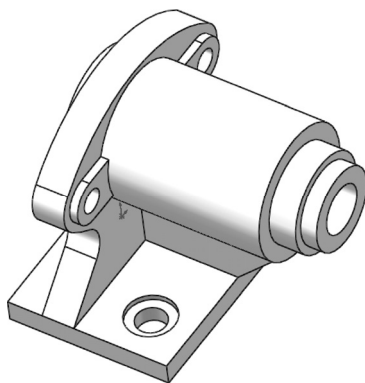

图 13-133 旋转切除实体 2
**10** 创建沉头孔。选择菜单栏中的“插入”→“切除”→“旋转”命令，或者单击“特征”工具栏中的“旋转切除”按钮，此时系统弹出“切除-旋转”属性管理器。在属性管理器中单击“旋转轴”栏，然后单击拾取草图中心线；选择“给定深度”，输入旋转角度 360.00 度，然后单击属性管理器中的“确定”按钮，隐藏基准面 1，结果如图 13-133 所示。